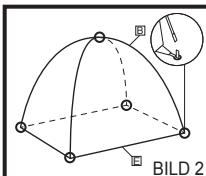

BILD 2
3. Res upp innertältet <E> och tryck ändarna på tältpinorna in i järnreglarna som finns i varje hörn på innertältet <E>. (BILD 2)